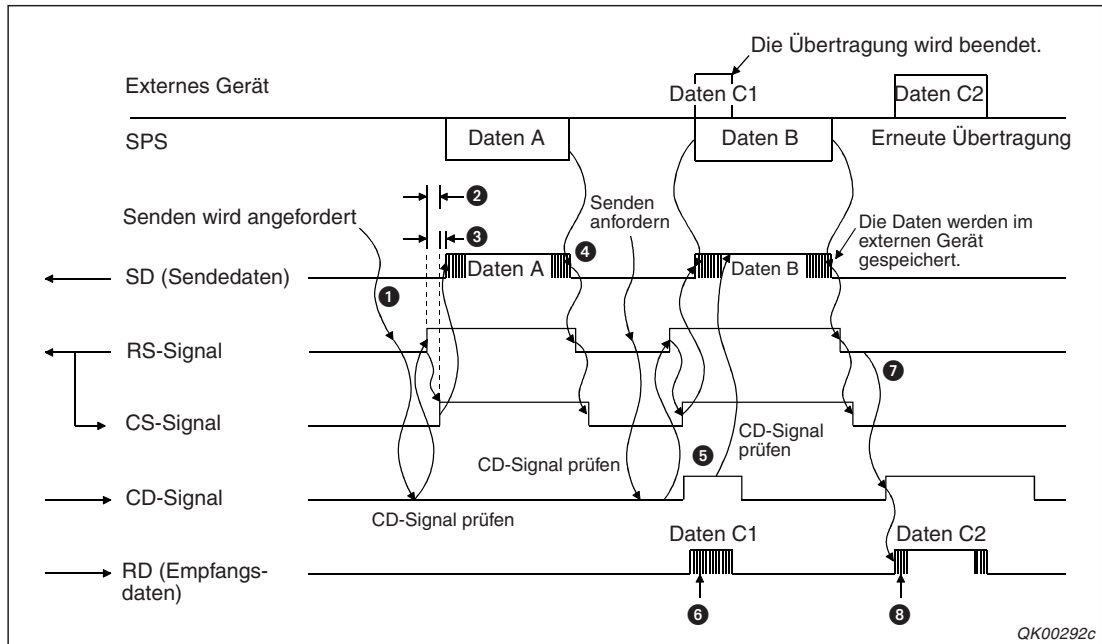

Abb. 12-6: Das externe Gerät kann eine Übertragung des Schnittstellenmoduls nicht unterbrechen
(Die Schritte ① bis ④ entsprechen dem „normalen“ Senden, das auch in Abb. 12-6 dargestellt ist. Die Schritte ⑤ bis ⑧ beschreiben den Konflikt, der entsteht, wenn zwei Geräte gleichzeitig senden.)